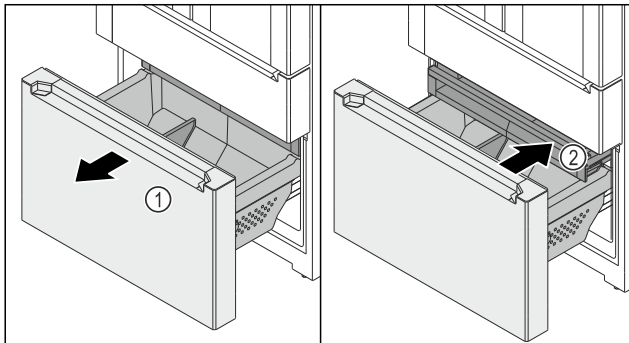

Fig. 151
- ▶ Вытяните выдвижной отсек Fig. 151 (1) до упора.
- ▶ Выдвижной ящик Fig. 151 (2) автоматически выдвинут.
- ▶ Вдвиньте выдвижной ящик Fig. 151 (2).